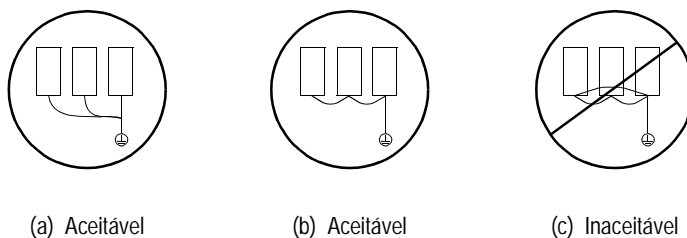

Figura 11 Exemplos de Aterramento de 3 Inversores VS-616G5
- Quando usar várias unidades VS-616G5 lado a lado, aterre as unidades conforme apresentado na Figura 11, (a) ou (b). Não faça um “loop” com os fios como apresentado em (c).